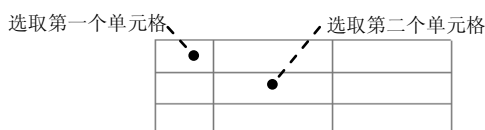
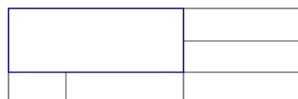

图 6.3.22 选取单元格
图 6.3.23 单元格合并结果
Step3. 在 **TABLE MERGE (表合并)** 菜单中选择 **Rows & Cols (行&列)** 命令。系统提示  为一个拐角选出表单元，选取图 6.3.22 所示左上角表单元格；系统提示  选出另一个表单元，选取图 6.3.22 所示右下角表单元格，得到的合并结果如图 6.3.23 所示。